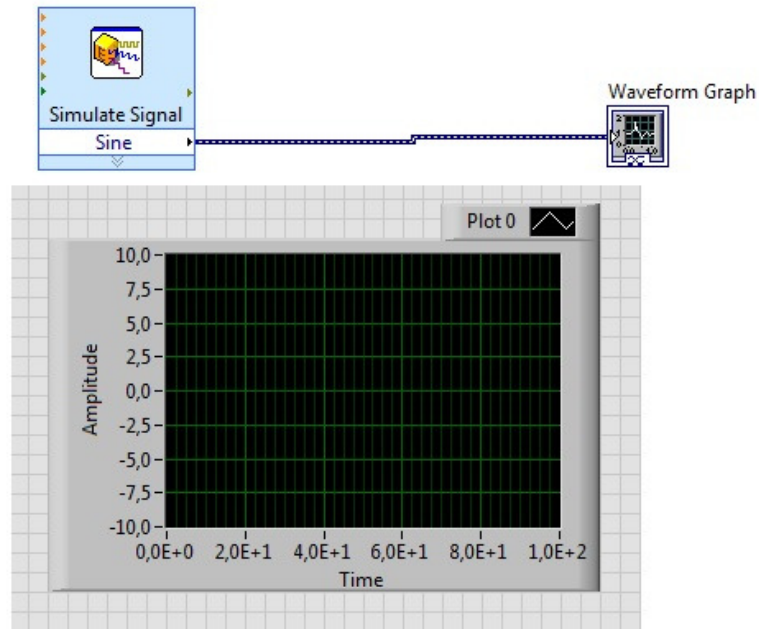

Figura 3 – Template das janelas Generate and Display.
4. As janelas criadas contêm um bloco *Simulate Signal* (diagrama de blocos) e um *Waveform Graph*, conforme indicado no template da Figura 3.